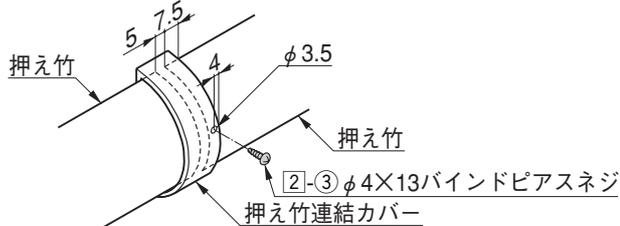

図4-3 押え竹連結カバーの取付け
- 押え竹の端部から7.5mmの位置に押え竹連結カバーを合わせ、[2]-③で固定してください。(図4-3参照)